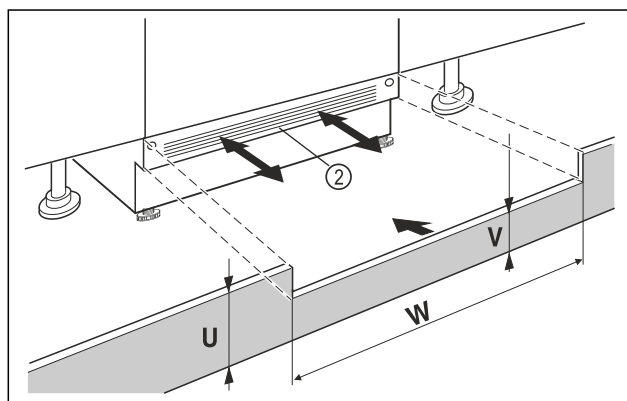

Fig. 70 Immagine a titolo di esempio
- Applicare lo zoccolo dell'apparecchio Fig. 70 (2) ma non fissarlo ancora.
- Se lo zoccolo è visibile Fig. 70 (2), tirarlo in avanti in modo tale che il bordo anteriore della griglia di ventilazione e lo zoccolo del mobile siano a filo.
- Se lo zoccolo è nascosto Fig. 70 (2) spingerlo completamente indietro.
- Verificare che le fessure di ventilazione siano completamente libere: Se necessario, tagliare lo zoccolo del mobile Fig. 70 (U)!
- Adattare, per la larghezza dell'area di incasso Fig. 70 (W), l'altezza del listello Fig. 70 (V) sotto lo zoccolo dell'apparecchio Fig. 70 (2).